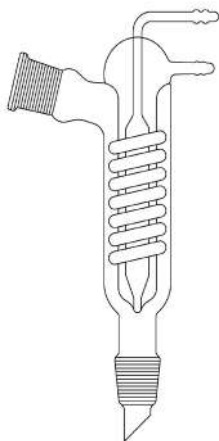

Рис. 81. Холодильник Фридрихсена
2. **Холодильник Фридрихсена** (рис. 81) для фракционной перегонки жидкостей. Особенности конструкции — холодильник с эффективным теплообменником, в котором пары циркулируют между змеевиком и широкой трубкой. По змеевику и другой стороне трубки пропускается проточная вода для охлаждения. Корпус холодильника имеет боковую пришлифованную горловину, расположенную по отношению к